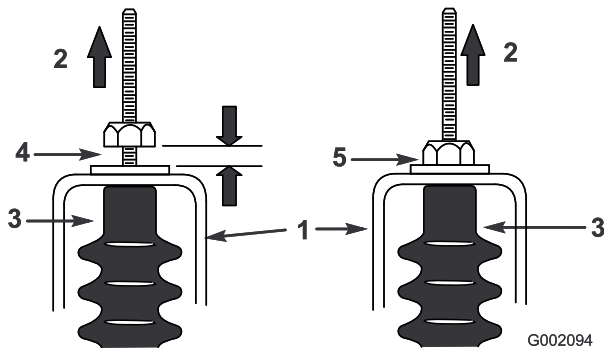

Рисунок 60
5. Потяните вверх каждый трос переключения передач, чтобы убедиться в наличии зазора 0,76-1,52 мм между гайкой/шайбой и кронштейном нейтрали (Рисунок 60).